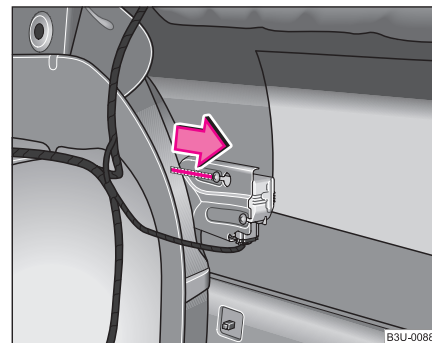

Fig. 167 Portbagajul: Descuiera de urgență a clapetei rezervorului
- Pentru a debloca clapeta rezervorului trageți de ureche în sensul indicat de săgeată ⇒ fig. 167.